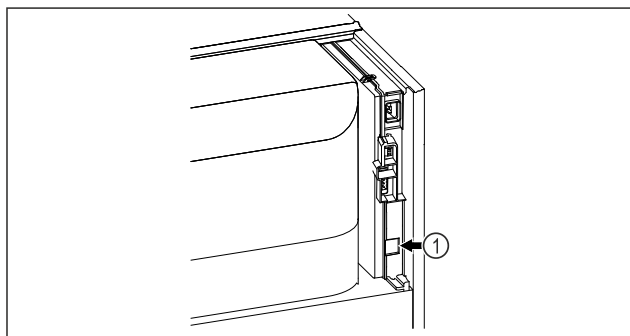

Fig. 82
- ❑ Le SmartModule Fig. 82 (1) est installé.